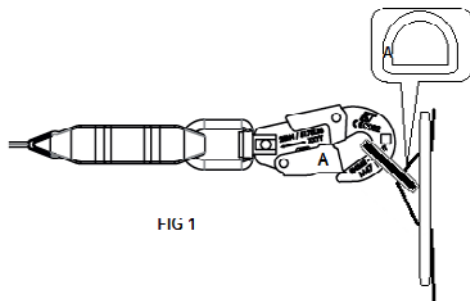

FIG 1
5. Festesnorens ytterpunkt er koblet til sikkerhetsseleens D-ring på ryggen ved hjelp av en permanent automatisk tilkobling (M47), i henhold til EN 362:2004 (fig.1). Det er forbudt å bruke en forlengelse mellom sikkerhetsseleens D-ring og blocfor. blocfor™ 1.8 kan kobles til forankringspunktet på forsiden og baksiden av selen.